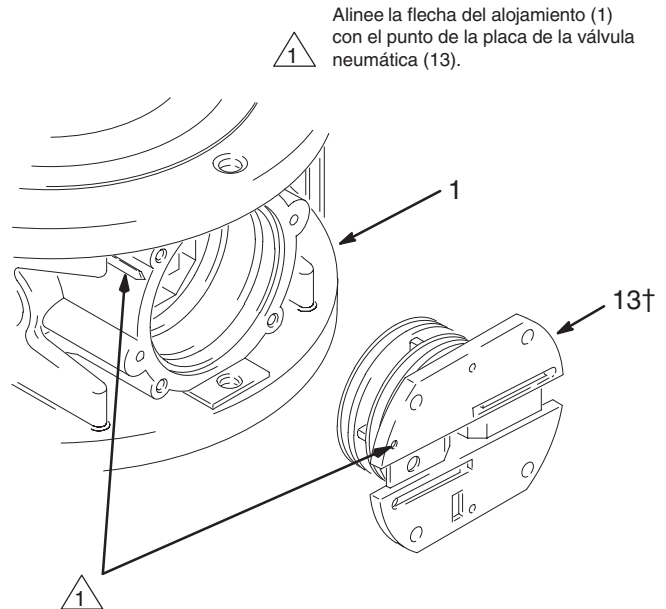

Fig. 6
1. Retire la tapa lateral (31) y el amortiguador de fieltro (29).
2. Saque los cuatro tornillos (36), la tapa de la válvula neumática (17) y la junta (16). Consulte la Fig. NO TAG.
3. Vea la Fig. 6. Tenga en cuenta la orientación de la placa de la válvula neumática (13). Saque la placa del alojamiento central (1). Saque las tres juntas tóricas (14, 15) y las dos juntas tóricas (43) de la placa. Vea la Fig. NO TAG.
4. Saque la copela de la válvula de aire (12) del alojamiento central (1).
5. Retire las juntas de retención (11) y el tapón (9) de ambos lados, y deslice el carro (7) sacándolo del alojamiento central (1). Retire las juntas tóricas (8, 10) del carro y del tapón.